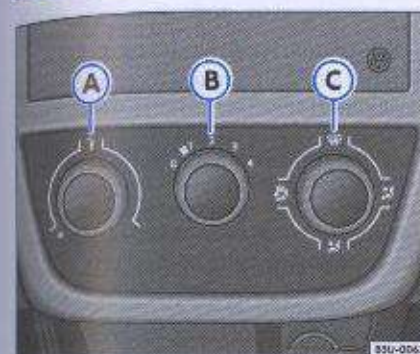

Fig. 92 Mandos de la calefacción y ventilación - versión con calefacción
– Gire el botón → fig. 92 A para ajustar la temperatura37), el botón B para ajustar la velocidad de ventilación y el botón C para seleccionar la distribución del aire → Δ.
Con el mando → fig. 92 A, es posible regular la temperatura en el compartimento de pasajeros de acuerdo con sus necesidades. Se debe tener en cuenta que la temperatura generada en el compartimento de pasajeros nunca será inferior a la temperatura exterior del vehículo. La mayor potencia de calentamiento posible y el rápido desempañado de los cristales solo se alcanzan después que el motor alcanza la temperatura normal de funcionamiento.
Con el mando → fig. 92 B, la velocidad de salida del aire puede ser regulada progresivamente en 4 posiciones. Si la velocidad de desplazamiento
Con el mando → fig. 92 C, el aire puede ser regulado para la dirección deseada.